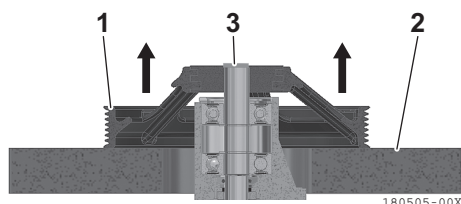

Figura 17
1. Coloque a polia (**Figura 17, (1)**) num suporte (**Figura 17, (2)**) que sustente toda a circunferência da polia.
2. Remova a polia enquanto pressiona a extremidade do eixo (**Figura 17, (3)**).